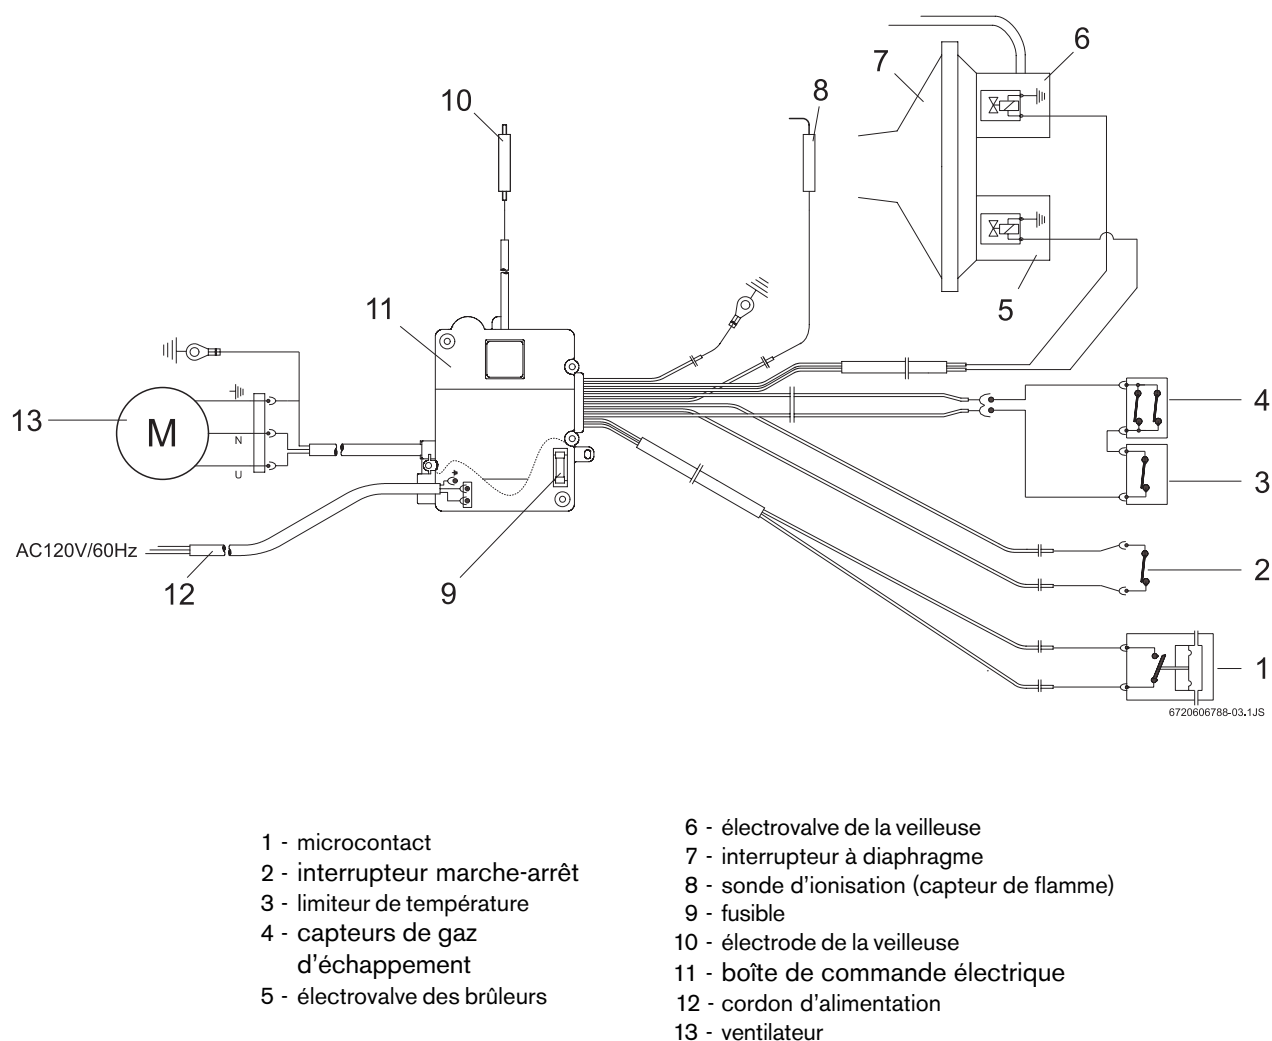

Fig 9: Diagramme de câblage AquaStar 125FX
- Le câblage du chauffe-eau doit respecter le diagramme de câblage ci-dessous (fig. 9).
Vérifiez la viabilité du fusible (voir l'emplacement du fusible à la fig. 9, # 9). Remplacez-le au besoin.
5. Il se peut que vous deviez remplacer l'interrupteur de l'électrovalve de la veilleuse (voir la fig. 9).
Mesurez le millivoltage à l'électrovalve de la veilleuse (voir la fig. 9).
6. Il se peut que vous deviez remplacer la boîte de commande (voir la fig. 9).
Vérifiez les bornes des fils et testez le fonctionnement de la boîte de commande (voir la fig. 9).